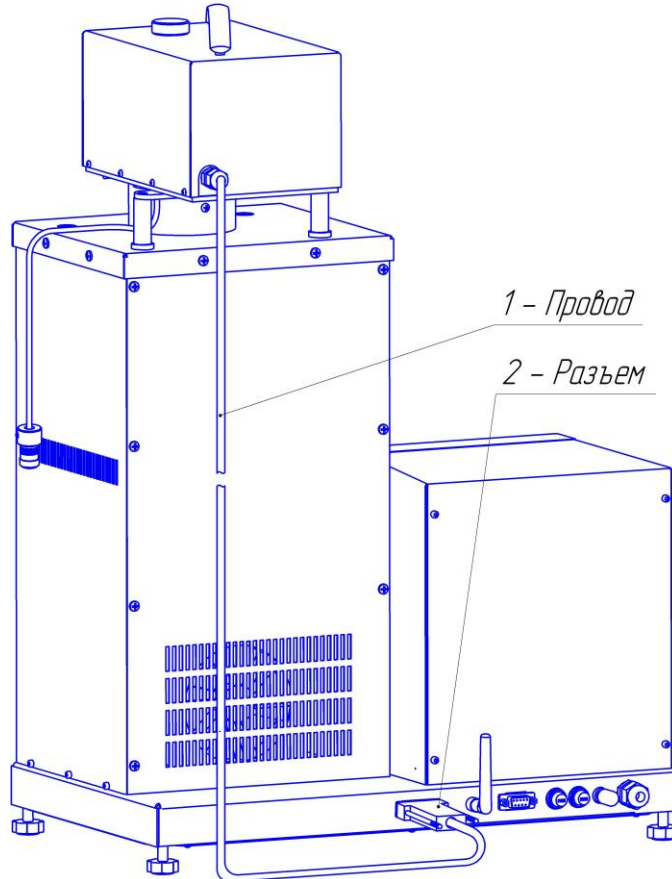

Рисунок 5 – Вид аппарата сзади
4.4.1 Проверить наличие соединения технологического блока с блоком управления (рисунок 5).